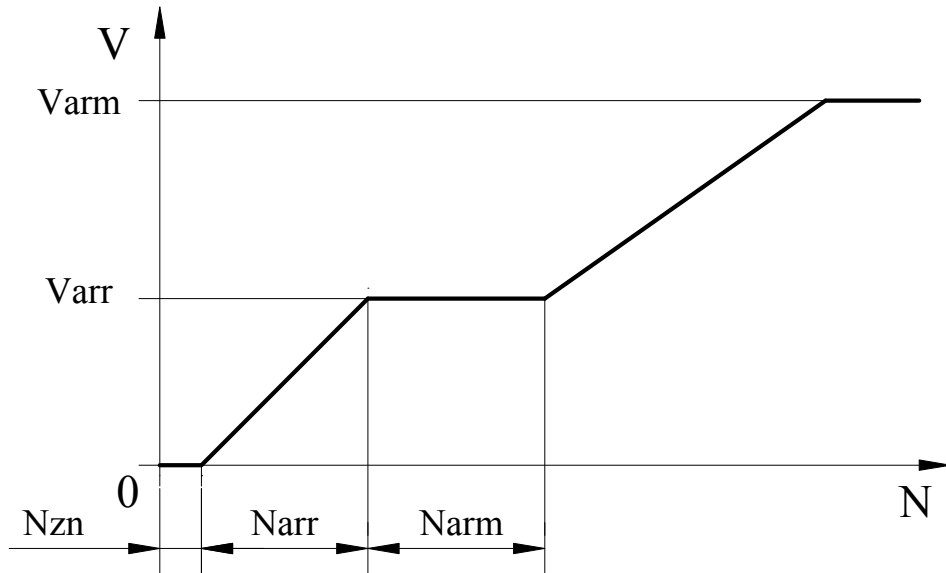

Рис.6. Скорость удержания в зависимости от расстояния до точки удержания $V_{arm}=2 \cdot V_{syn}$.
3.6.8.5. **ТР.34** – V_{arr} (мм/сек) – малая скорость движения при удержании (арретировании) (рис.6).
3.6.8.7. **ТР.36** – N_{arm} (0-100 мм) – участок скорости движения при удержании, где $V=V_{arr}$ (рис.6).